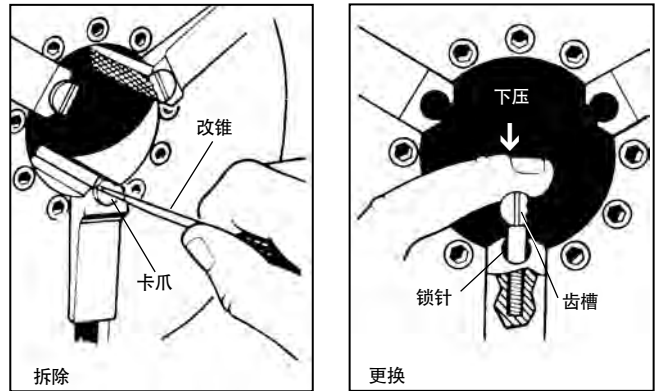

图30 - 更换卡爪
1. 将改锥插入卡爪槽，任意方向旋转90度。取下卡爪（图30）。
2. 将新卡爪侧着放在锁针上，并尽可能向下压（图30）。